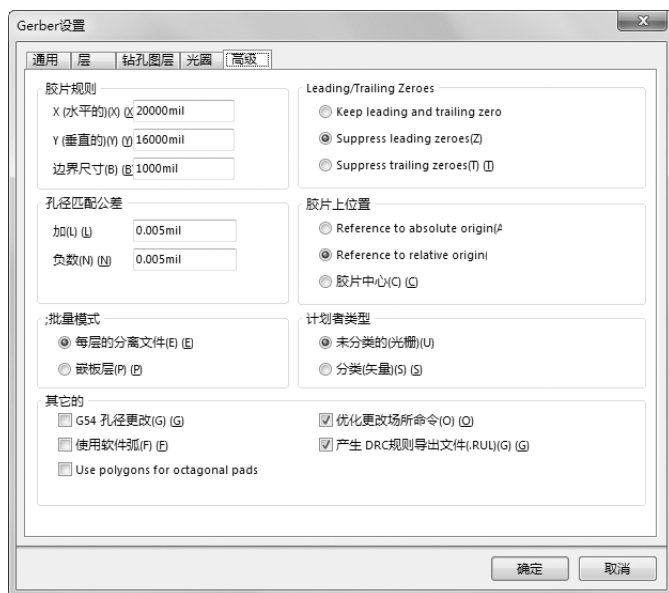

图 10-49 “高级”选项卡
(7) 单击“高级”选项卡，采用系统默认设置，如图 10-49 所示。